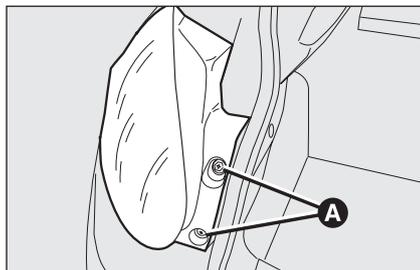

fig. 27
- aprire il bagagliaio, quindi svitare le due viti **A-fig. 27** di fissaggio del gruppo ottico posteriore;